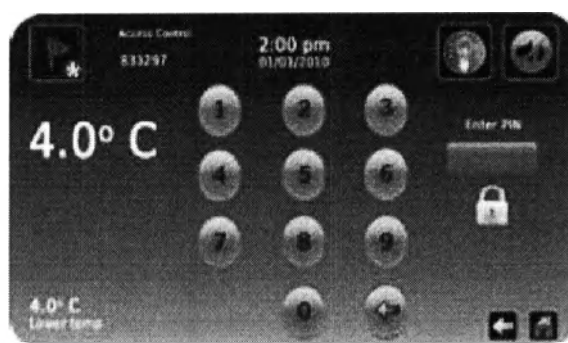

Рис. 17 – Окно ввода PIN-кода
- Введите действующий код, используя клавиатуру (рис. 17).